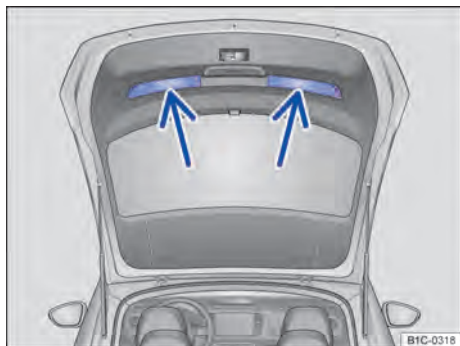

Fig. 35 Tampa traseira aberta: rebaxos para puxar.
- Segurar em um dos rebaxos do revestimento interno da tampa traseira ⇒ Fig. 35 (setas).